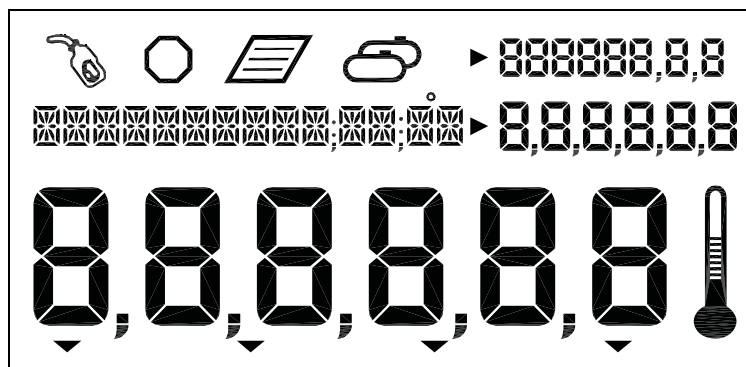

Figure 3. Tous les segments activés
- Tous les segments de l'écran sont activés (voir Figure 3)